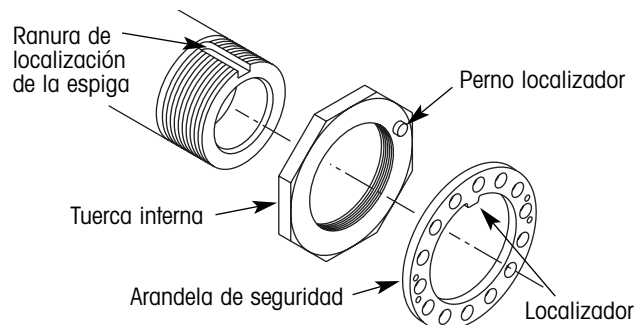

Figura 55. Detalles de instalación de la arandela de seguridad y la tuerca interna
- a.) Instale la tuerca interna (figura 55) en la espiga, con el perno localizador hacia afuera y apriete a 200 pies-lbs de torque (271 N•m) mientras rota la maza.
- e.) Instale la arandela de seguridad (figura 55). Asegúrese que el localizador de la arandela de seguridad entre en la ranura de localización de la espiga y el perno localizador de la tuerca interna entre en uno de los agujeros de la arandela de seguridad (figura 55). Si no se puede lograr la alineación, remueva la arandela